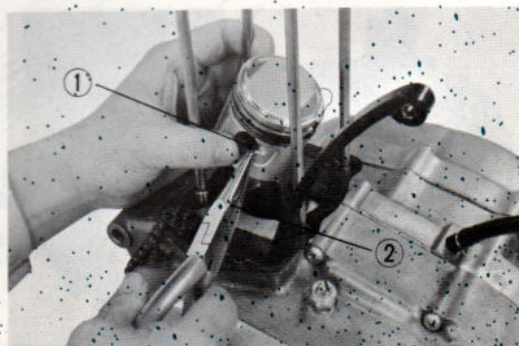

Fig. 42 Montage du piston.
2) Reposer le piston. (Fig. 42)